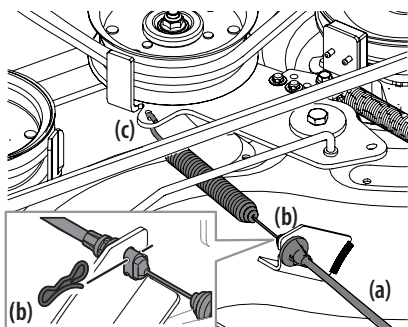

Figure 31
10. Retirez le câble de la prise de force (a) à l'arrière du plateau de coupe en enlevant la goupille fendue (b) qui le fixe. Enlevez le ressort (c) du support de la poulie de tension. Voir Figure 31.